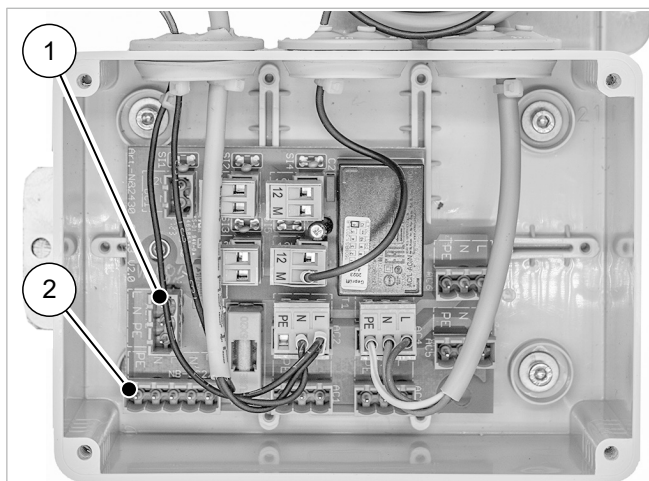

Abb. 10: Erweiterungsplatine in der Anschlussbox
3. Den 5-poligen Stecker demontieren, das Kabel durch die Zugentlastung in die Anschlussbox WP ziehen und wieder mit dem Stecker verbinden. Den Stecker in den dafür vorgesehenen Platz auf der Erweiterungsplatine stecken (siehe → Abb. 10 (2)).